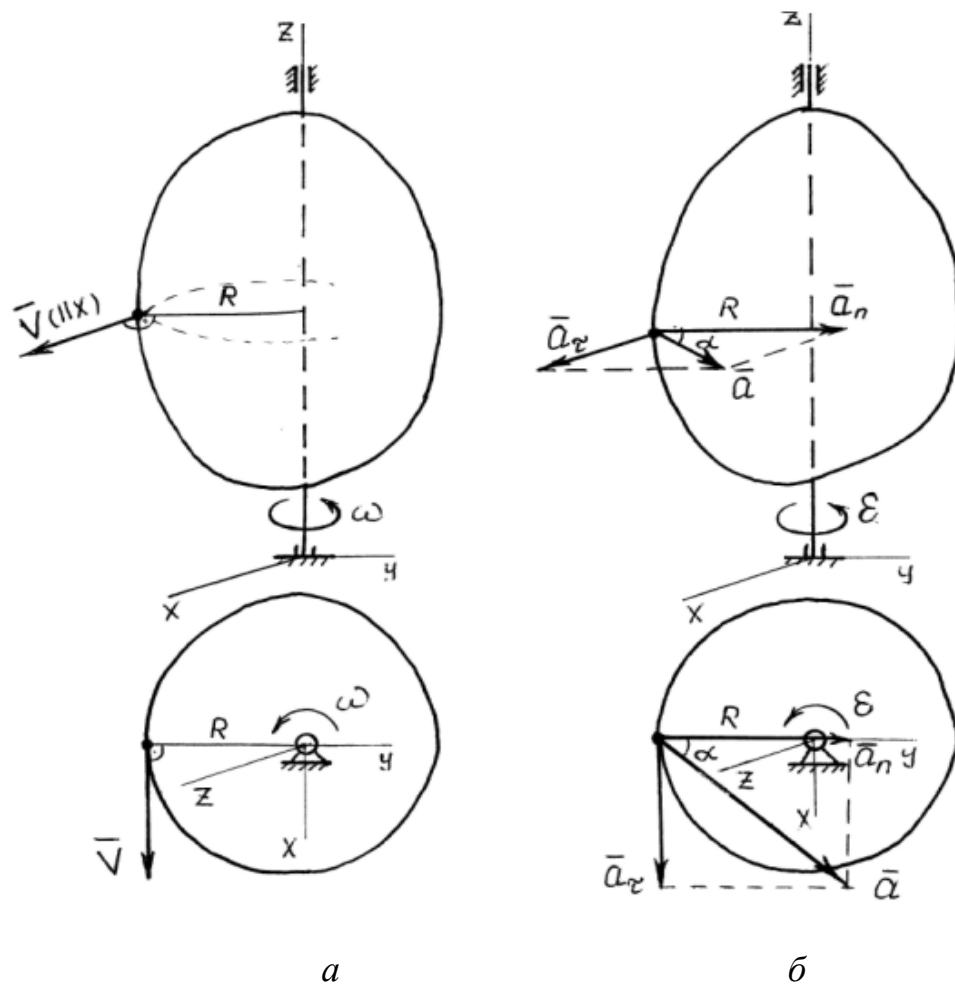

Рис. 7
*Направление вектора  $\bar{V}$ .* Так как вектор скорости при движении по кривой направлен по касательной к траектории в сторону движения точки, то при вращательном движении вектор  $\bar{V}$  направлен перпендикулярно радиусу  $R$  в сторону вращения тела (по дуговой стрелке  $\omega$ ). Например, (рис. 7, а) при вращении тела в пространстве вектор скорости  $\bar{V}$  направлен параллельно оси  $x$  (на нас), а при вращении в плоскости листа – вниз.
Направление вектора  $\bar{a}$  можно легко определить из полученных на векторах  $\bar{a}_n$  и  $\bar{a}_\tau$  прямоугольных треугольников (рис. 7, б) как